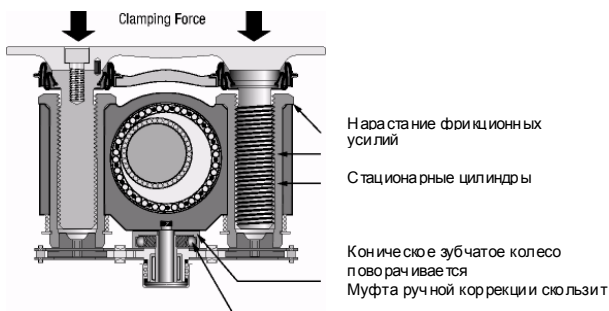

РИС. 8
- В момент начала поворота регулятора тормозные колодки контактируют с ротором, и возрастает усилие зажима. Усилие зажима обуславливает генерацию сил трения в резьбовом захвате между регулировочными втулками и поршнями, а также под фланцевой головкой регулировочных втулок. (Рис. 8).
При контакте тормозных колодок с ротором возникает фрикционное усилие, которое передается на регулировочные втулки поршней, что в свою очередь, приводит к фрикционным усилиям в регулировочных резьбовых захватах, а также под фланцевой головкой регулировочных втулок. (Рис. 8).
Возрастающее фрикционное усилие препятствует вращению регулировочных втулок, начинается проскальзывание муфты ручной коррекции. Регулировочный привод блокируется фрикционным усилием системы, отсутствуют какие-либо регулировки. Основная шестерня поворачивается, однако это перемещение не передается далее за муфту ручной коррекции (Рис. 8).